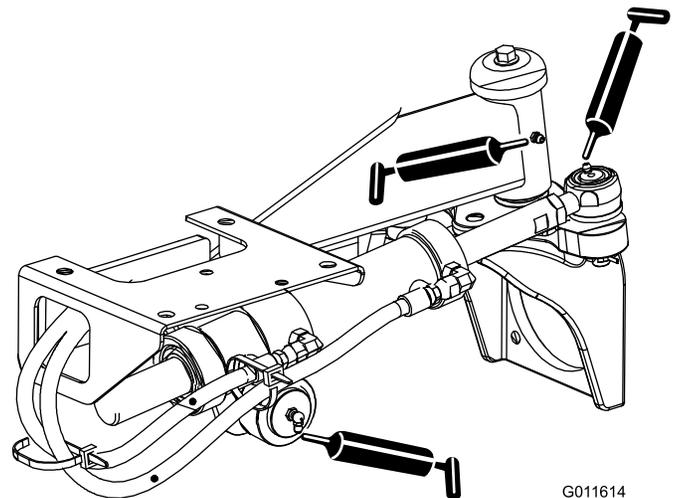

Figura 51
- Articulaciones esféricas del cilindro de dirección (2) y eje trasero (1) (Figura 51)